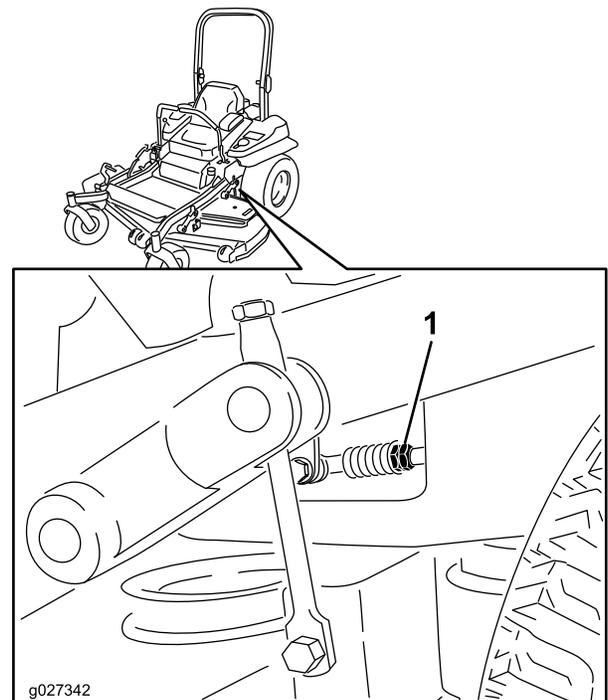

Figure 86
8. Réglez la longueur des tiges de pompes en tournant les doubles écrous dans le sens voulu jusqu'à ce que les roues tournent légèrement en marche arrière (Figure 86).